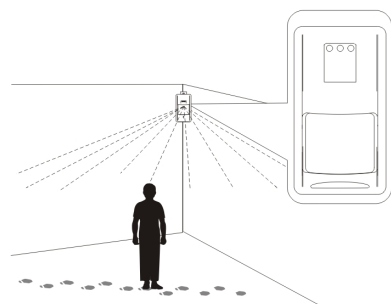
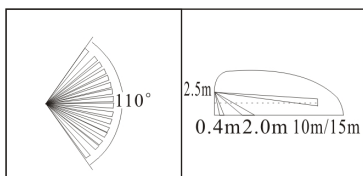
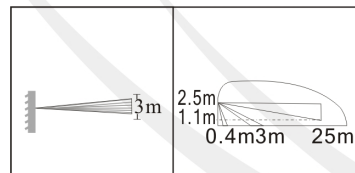

图.1 安装位置图
图.2 广角探测范围
图.3 通道型探测范围
- 考虑需要防范的范围后，选择合适的安装位置。不要让产品正对阳光或接近热源（如图1，图2，图3所示）；
- 探测器应安装在墙角处，与地面垂直，正前方与侧面墙壁成45角度（如图1所示）；
- 在防范范围内走动，观察指示灯是否正确报警（如图1所示）。